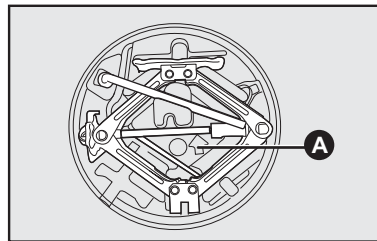

fig. 12
- 14) Colocar o macaco no suporte das ferramentas **fig. 12**, encaixando de modo a evitar vibrações, ou que se solte durante a marcha;
- 16) Colocar o suporte das ferramentas e o triângulo de segurança nos locais apropriados. O porta-ferramentas deve ser colocado com a seta **A-fig. 12**, apontada para o sentido de marcha do veículo (frente);